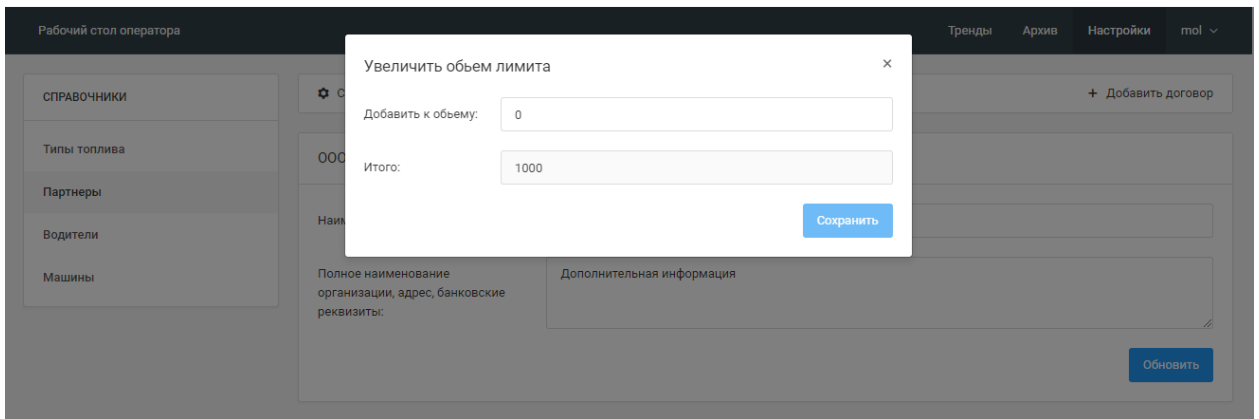

Рисунок 78 - Диалоговое окно увеличения объема лимита
- Увеличить объем – увеличить объем лимита (Рисунок 78)